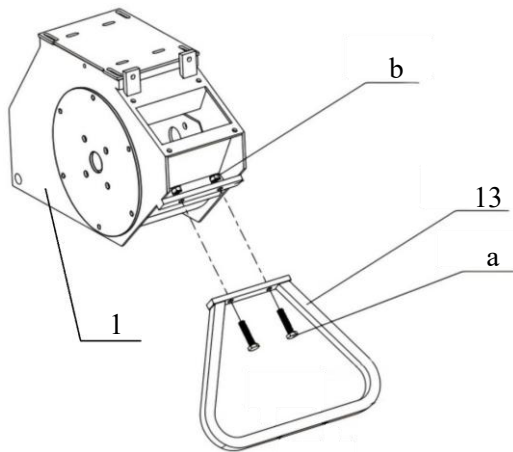

Fig. 3
- Alignez le pied de support (13) avec la chambre de broyage (1) comme illustré à la figure 3.